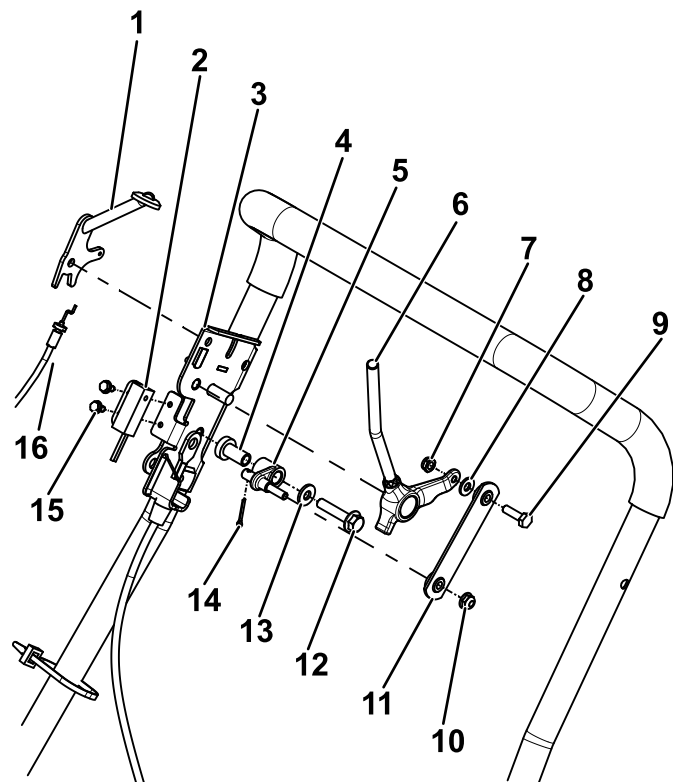

図 7
8. 走行ブラケットをハンドルに取り付ける先ほど外したねじ類を使用する 図 7。
9. 走行レバー、ピボット、リンクを取り付けるキットに入っているねじ類を使用する 図 7。
10. 近接スイッチを取り付ける先ほど外したねじ類を使用する 図 7。
13. スロットルレバーを取り付ける先ほど外したねじ類を使用する 図 7。